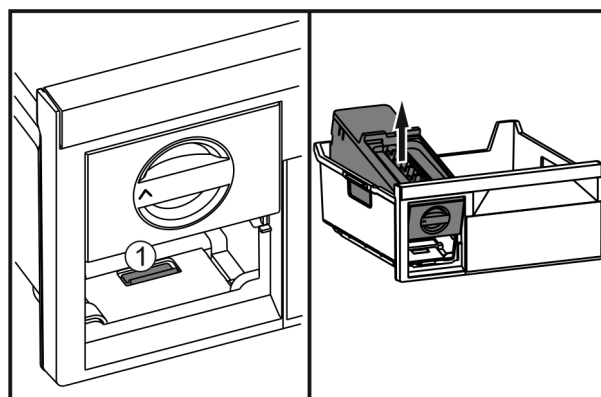

Fig. 67
- Wcisnąć nakładkę Fig. 67 (1), EasyTwist-Ice zdjąć od tyłu i wyjąć z szufelki zamrażalnika.